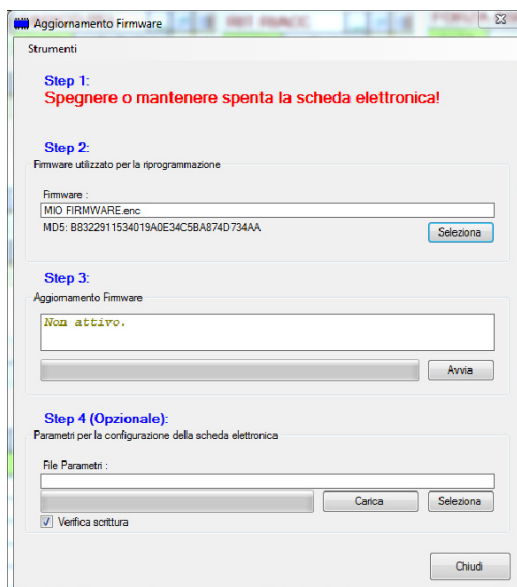

figura 37
C. Selezionare il file (tipo ENC) contenente il programma operativo della stufa. (figura 37).